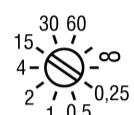

Рисунок 2 – Переключатель
**Поворотный переключатель** (см. рисунок 2) задает уставку таймера, по которой отключается питание нагрузки от АКБ при отсутствии напряжения питающей сети. Уставка задается в минутах или до срабатывания защиты от переразряда АКБ (знак ∞).